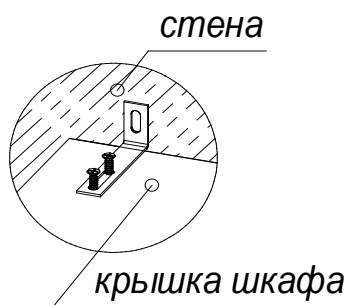

Рис.5
**Рис.5** Рекомендуется изделие закрепить к стене, для этого установить на крышке шкафа уголки поз.082 и закрепить их шурупами 4x16 (крепеж к стене в комплект фурнитуры не входит и приобретается отдельно в зависимости от типа стены)